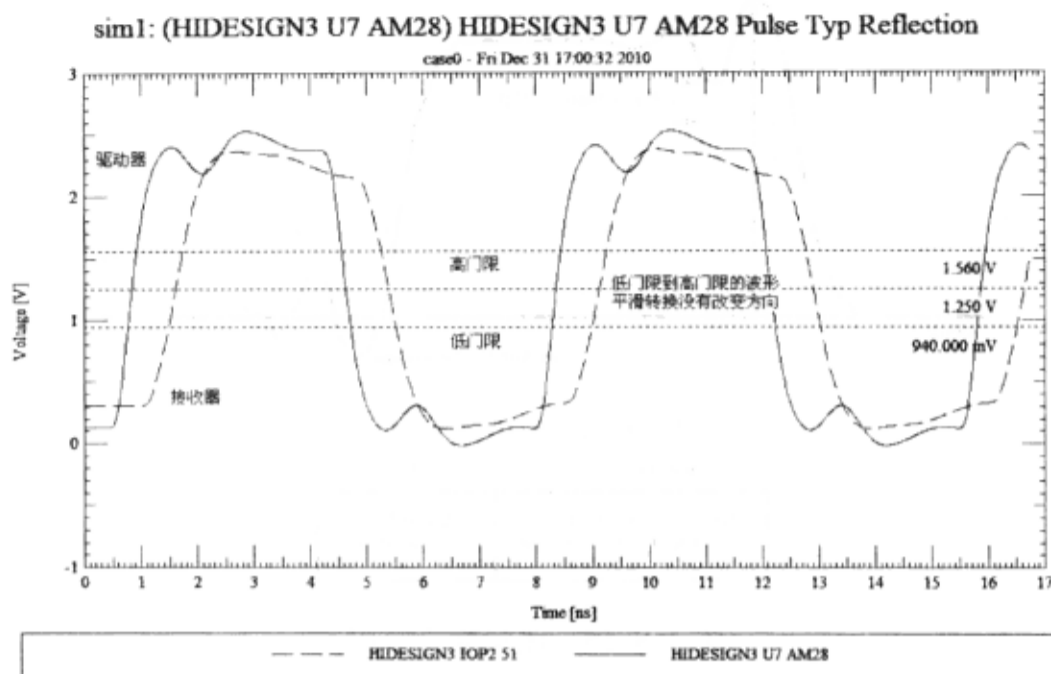

图 3-8-53 驱动器和接收器的信号仿真波形
(1) 查看在上升沿和下降沿的低门限 (940mV) 和高门限 (1.56V) 间的接收器波形, 信号从低门限到高门限的平滑转换没有改变方向, 如图 3-8-53 所示。